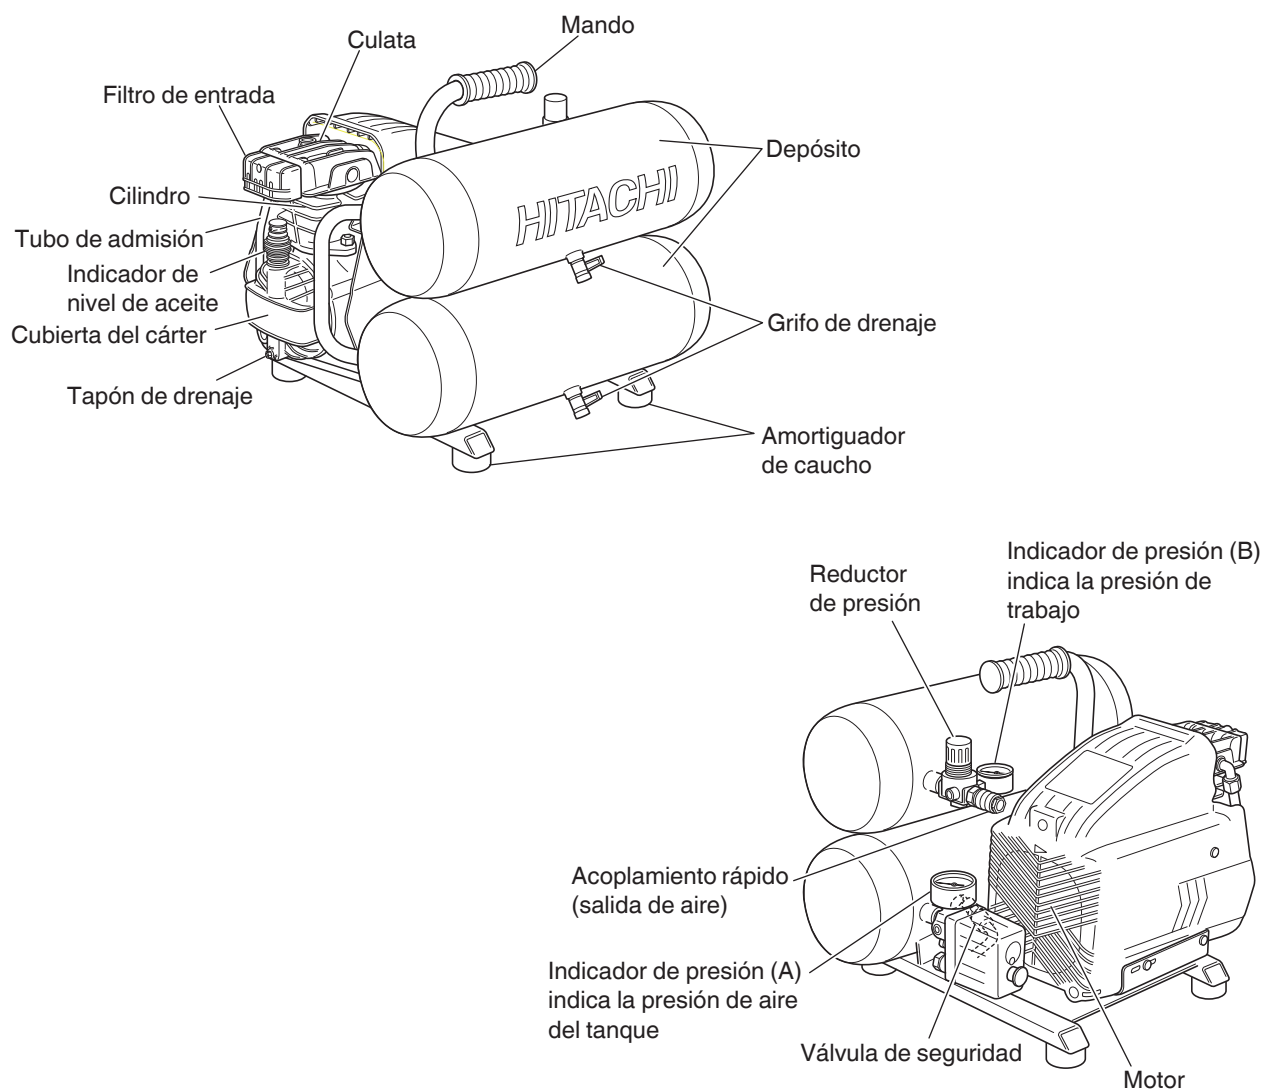
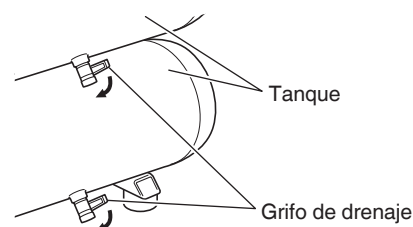

Fig. 1
Fig. 8
**NOTA:** Cuando se usa o se guarda el compresor, colocar 4 parachoques de goma debajo del piso de l compresor (Consulte la Fig. 1)
- (1) Gire el mando del disyuntor neumático hasta la posición "OFF" (Consulte la Fig. 1 y la Fig. 2).
- (2) Desconecte el enchufe del tomacorriente.
- (3) Abra el grifo de drenaje situado en la parte inferior del depósito (Fig. 8).
Drene el depósito diariamente, o después de 4 horas de utilización. Abra el grifo de drenaje e incline el compresor para vaciar el agua acumulada (Consulte la Fig. 8).